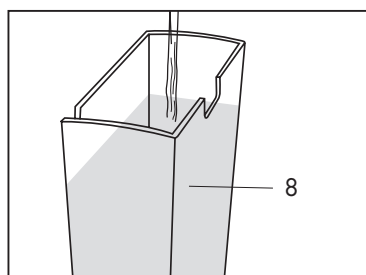

Fig. 2
- Riempire il serbatoio con acqua fresca per un massimo di 0,8 litri. **(Fig.2)**